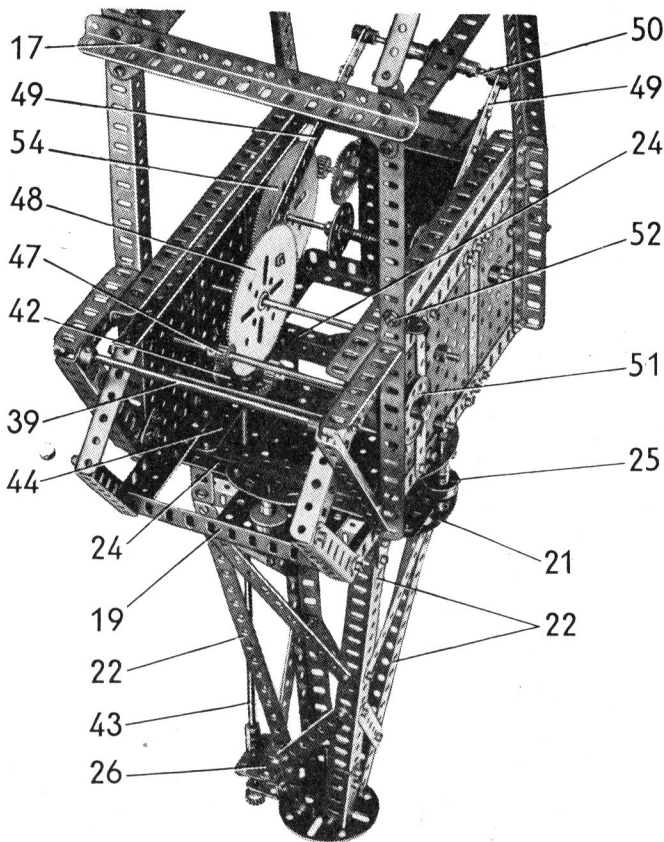

Fig. 4.
Rotation de la grue. — La rotation est commandée par une manivelle (41) (fig. 3). Cette manivelle, formée par une roue barillet munie d'une cheville filetée est bloquée à l'extrémité d'une tringle de 16,5^{em} qui passe dans les parois de la cabine et porte un pignon de 19 dents (fig. 4). Celui-ci entraîne une roue de champ de 50 dents (42). La tringle (43) qui porte la roue (42) est